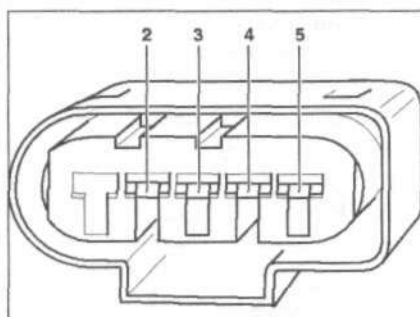

Рис. 7.64. Проверьте провод между тестером и разъемом на разрыв цепи.
18. Проверьте провод между тестером и разъемом на разрыв цепи: контакт 1 и гнездо 2, контакт 2 и гнездо 28, контакт 3 и гнездо 4, контакт 4 и гнездо 50, контакт 5 и гнездо 52 (рис. 7.64). Заданное значение: 1.5 Ом.